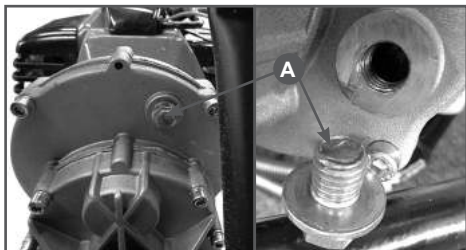

Рис. 2 Проверка наличия смазки
1. Извлеките винт (А) под блоком редуктора и проверьте наличие смазки (Рис.2). При необходимости добавьте 50-100 г универсальной смазки (CHAMPION EP-0).